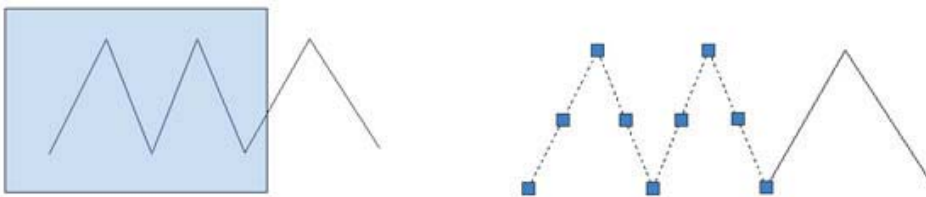

Рис. 3.7. Вибір об'єктів вікном зліва направо
2) виберемо частину ламаної лінії вікном. Вікно вибору об'єктів, що формується зліва направо, має синій колір і обведено суцільною лінією (рис. 3.7). Це вікно вибирає об'єкти, які повністю потрапили в нього.